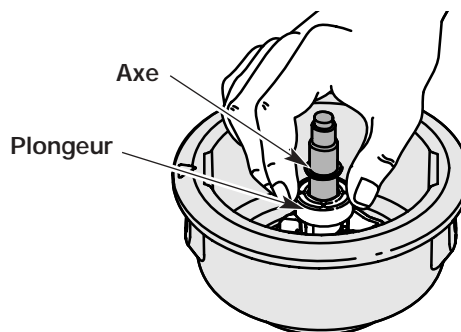

Fig. 24
5. Nettoyez l'axe et la surface intérieure de la bobine extérieure. Pour nettoyer l'axe dissimulé sous le plongeur, appuyez sur celui-ci (Fig. 24). Enlevez toute trace de saleté et de débris de l'axe.